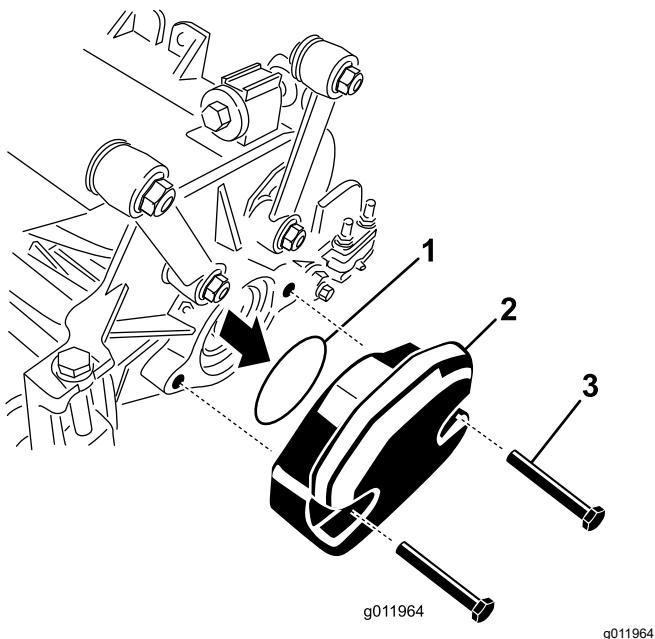

Figura 24
2. Retire el peso y la junta tórica (Figura 24) del extremo interior de la unidad de corte derecha.